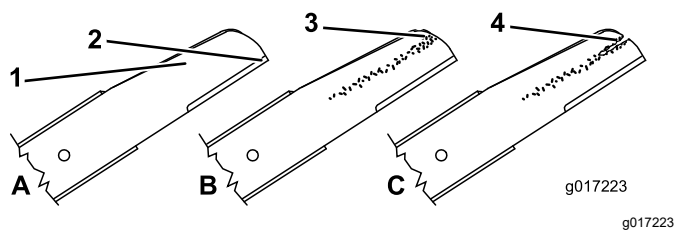

Figura 38
- Inspecione as extremidades de corte (Figura 38). Se as extremidades não estiverem afiadas ou estiverem amolgadas, retire e afie as lâminas.
- Inspecione as lâminas, especialmente a área curva ((Figura 38)). Se verificar quaisquer danos, desgaste, ou a formação de ranhuras nesta área, substitua imediatamente por lâminas novas.